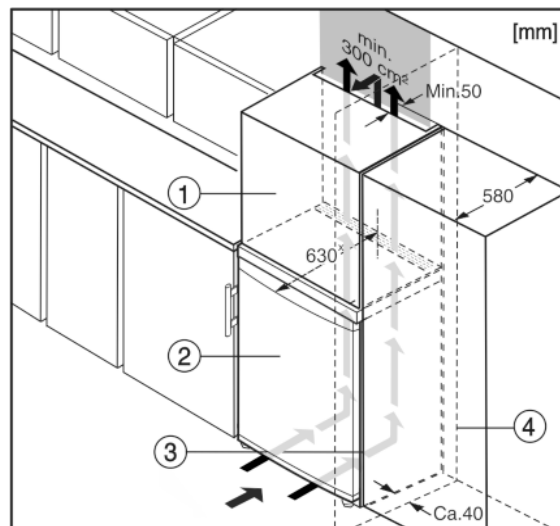

Fig. 5
Uređaj se može adaptirati za ugradnju u kuhinjske ormare. Kako biste uređaj Fig. 5 (2) prilagodili visini kuhinjskog namještaja, iznad uređaja možete postaviti viseći ormar Fig. 5 (1).
Kod adaptacije s normalnim kuhinjskim ormarima (dubina maks. 580 mm) uređaj se može postaviti direktno uz kuhinjski ormar Fig. 5 (3). Uređaj stoji bočno 34 mm \* i u sredini uređaja 50 mm \* nasuprot pročelju kuhinjskog ormara.
Kada se uređaj postavlja s okovima pored zida Fig. 5 (4), razmak između uređaja i zida mora iznositi najmanje 40 mm. To odgovara stajanju ručice kod otvorenih vrata.